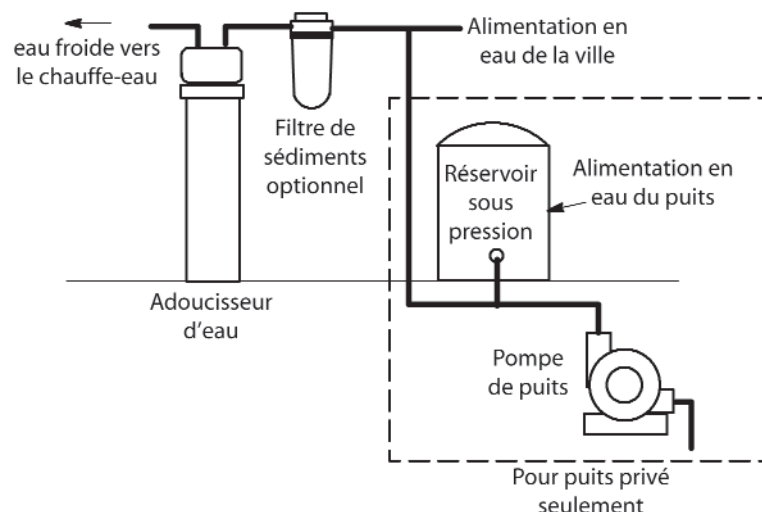

Figure 5
- **Toujours installer l'adoucisseur d'eau entre le chauffe-eau et la prise d'eau.** Tout autre appareil de traitement de l'eau doit être installé entre l'adoucisseur d'eau et la prise d'eau (voir la Figure 5 ci-dessous).